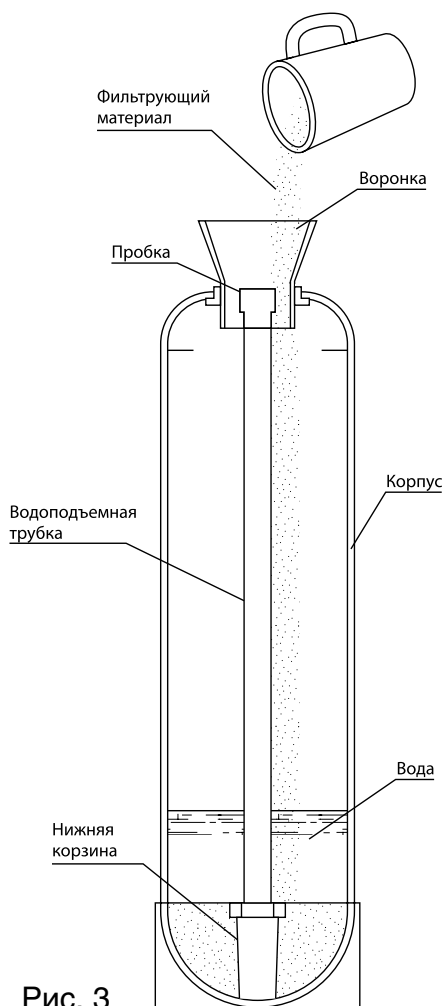

Рис. 3
3.6 Вставьте в горловину колонны воронку (рис.3), водоподъемная трубка при этом может немного отклоняться от верти-